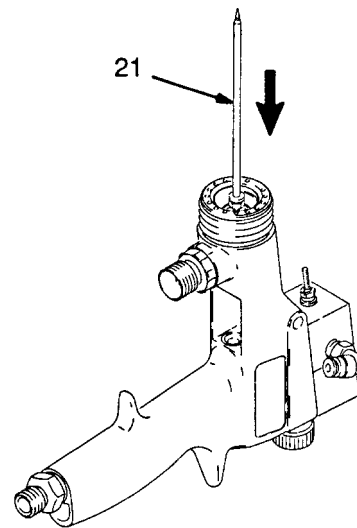

Fig. 3
10. Skyv det tredelte pakningssettet (39) bakover ut av pistolen ved hjelp av den gjengete enden av væskesnålen (21), som vist på Fig. 3.
Bruk ikke for stor kraft når du skyver ut pakningssettet (39) eller U-cup-pakningen (33) fordi dette kan få nålen (21) til å bøye seg. Det vises til Fig. 3 og 4. Hvis pakningene er vanskelige å flytte, bruk en 3/16" plaststang til å skyve dem ut.